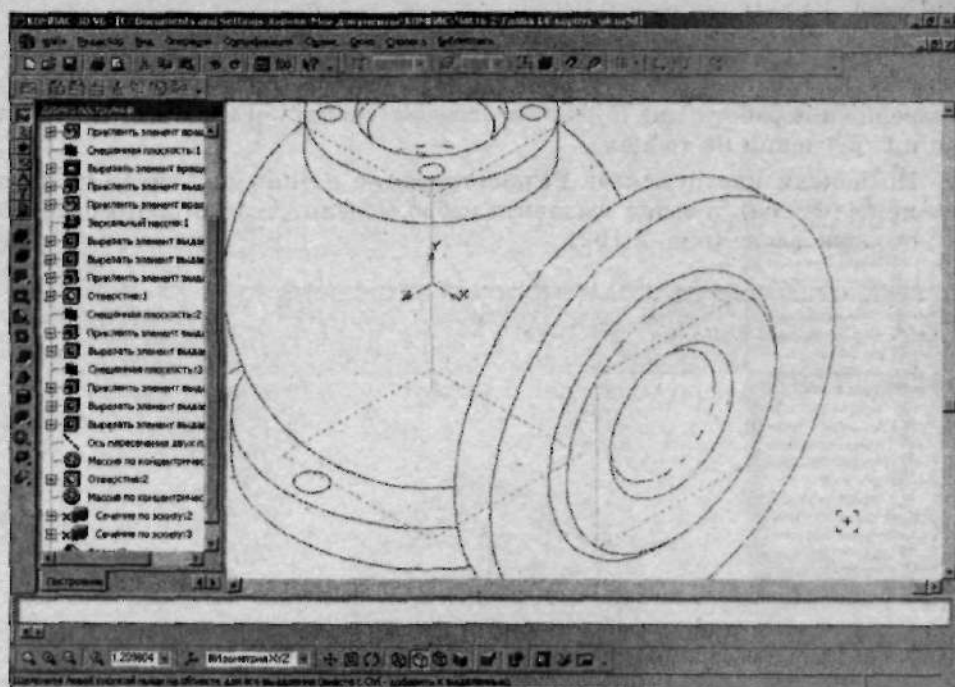

Рис. 2.170. Фаска построена
2. На **Панели свойств** в поле **Длина** введите **3 мм**, остальные настройки оставьте по умолчанию. Чтобы создать операцию, щелкните по кнопке  (Создать объект). Фаска создана (рис. 2.170).